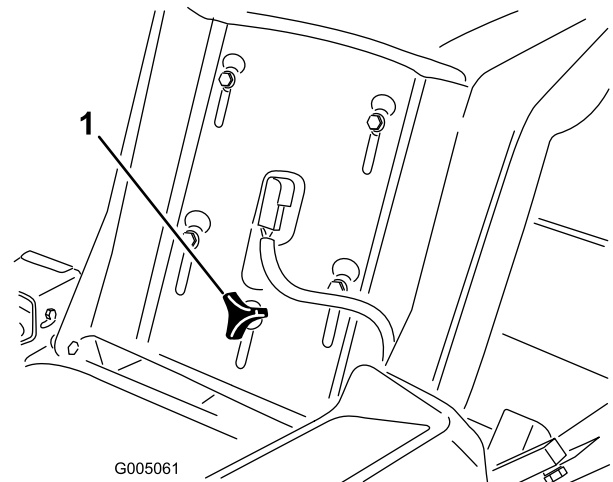

Bild 16
1. Klappen Sie den Sitz hoch und lösen Sie die Einstellhandräder etwas, um den Sitz zu bewegen (Bild 16).